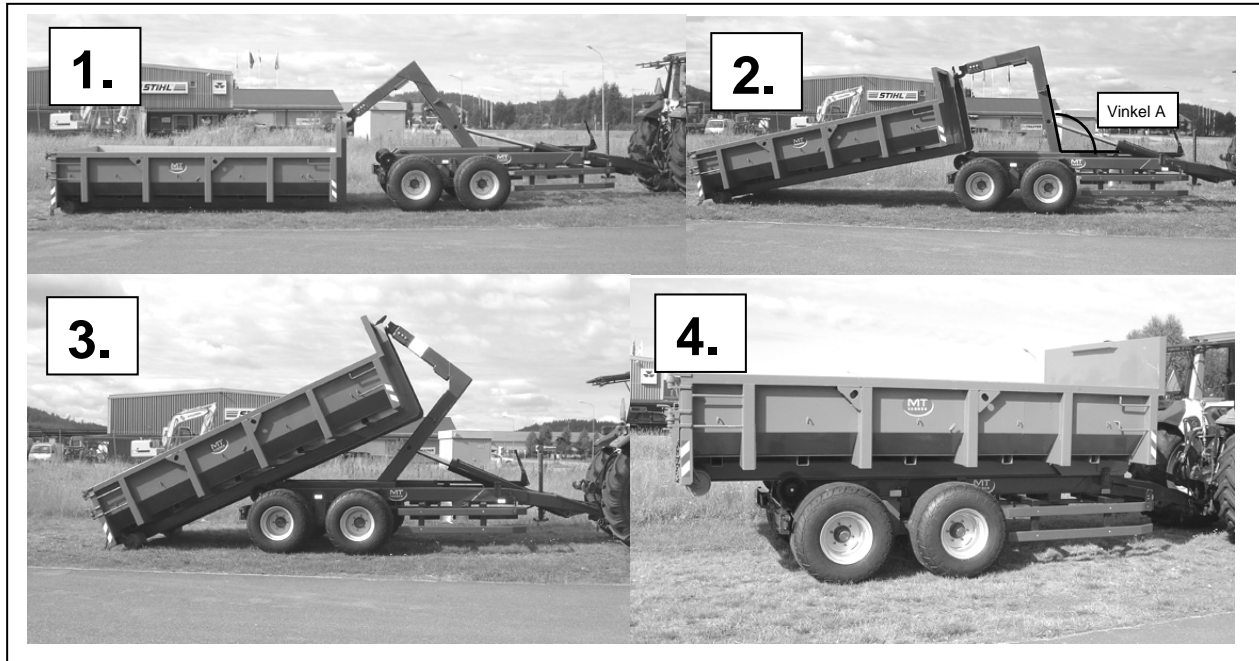
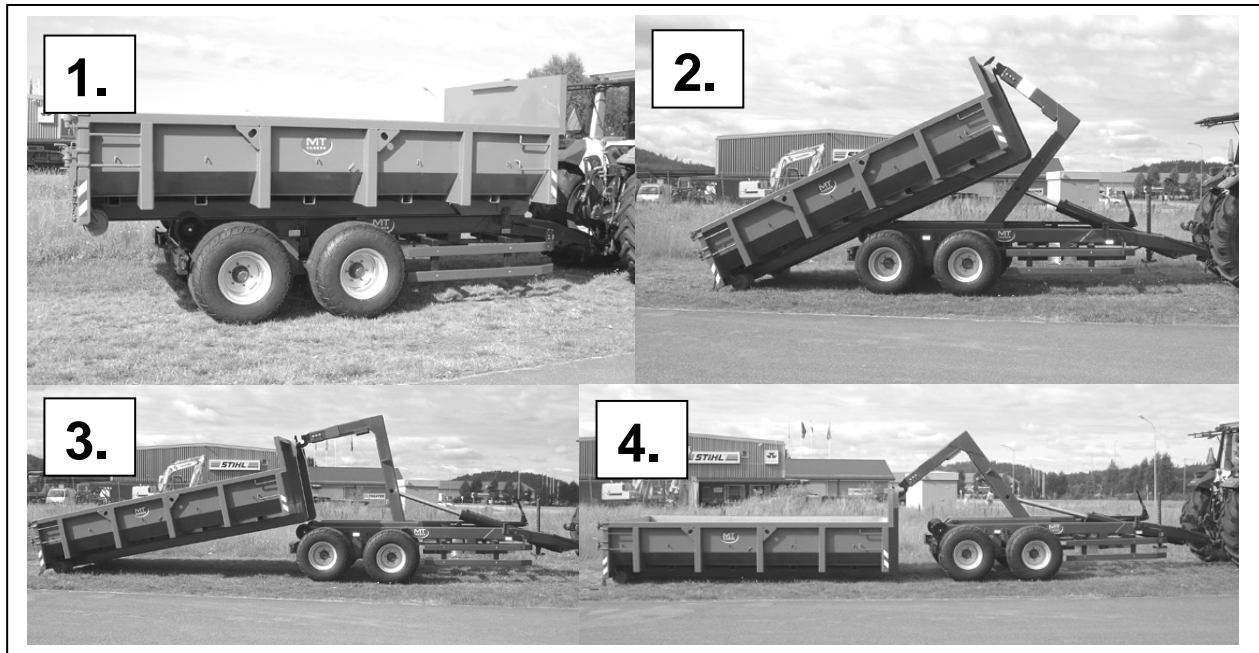

Bild 9 – Att dra upp ett flak på växlare (Bilden visar växling av flak på MT8-12).
Bild 11 – Att lasta av ett flak från växlarevagnen (Bilden visar MT8-12).
5. Börja att dra upp flaket (Bild 9, Pos. 2), underlag, lutning och markförhållanden får avgöra om traktorn ska bromsas eller följa med bakåt när flaket dras upp. Prova Er fram för att fastställa lämpligast metod, egen erfarenhet är ofta bäst.
6. När krokarmen (ram III) står ca. 90-120° (Vinkel A, pos. 2, bild 9) från huvudramen kan tornet vikas nedåt för att på så sätt minska växlingsvinkeln på flaket. Vik inte tornet mer än nödvändigt, akta så att inte främre delen av flakets ram fastnar eller stöter i lastväxlaren.
7. Kontrollera under tiden att flaket hamnar rätt på chassit, kontrollera att de bakre låshakarna inte bryter fast i ramen på flaket. (Bild 9, Pos. 3).
10. Sänk ned och parkera armen i sitt nedre läge (Bild 9, Pos. 4).
2. Sänk ned boggieblockeringarna mot boggivaggorna, lås med sprinten i lämpligt håll. Boggieblockeringen är till för att hindra att traktorn lyfts upp när man drar upp tunga flak. Vid växling av tomma flak behövs i regel inte boggieblockeringen. Börja att lyfta armen från parkeringsläge (Bild 11, Pos. 1).
3. När krokarmen (ram III) står ca. 30-40° (Vinkel A, pos. 2, bild 9) från huvudramen kan tornet börja vikas från parkeringsläge. Vik inte tornet mer än nödvändigt, akta så att inte främre delen av flakets ram fastnar eller stöter i lastväxlaren.
5. När stödrullarna på flaket tar i marken (Bild 11, Pos. 2), börja att sakta köra traktorn framåt i samma hastighet som krokarmen rör sig. Underlag, lutning och markförhållanden får avgöra om traktorn ska backas eller följa med framåt när flaket lastas av.
6. När krokarmen (ram III) står ca. 90-120° (Vinkel A, pos. 2, bild 9) från huvudramen kan tornet vikas tillbaka. Kontrollera under hela tiden att flaket lämnar chassit och inte fastnar (Bild 11, Pos. 3). Sänk ned flaket helt mot marken.
7. Sänk ned och haka loss kroken från bågen. Vik tupp armen och ställ den i parkeringsläge om inte ett nytt flak omedelbart ska dras upp. (Bild 11, Pos. 4).